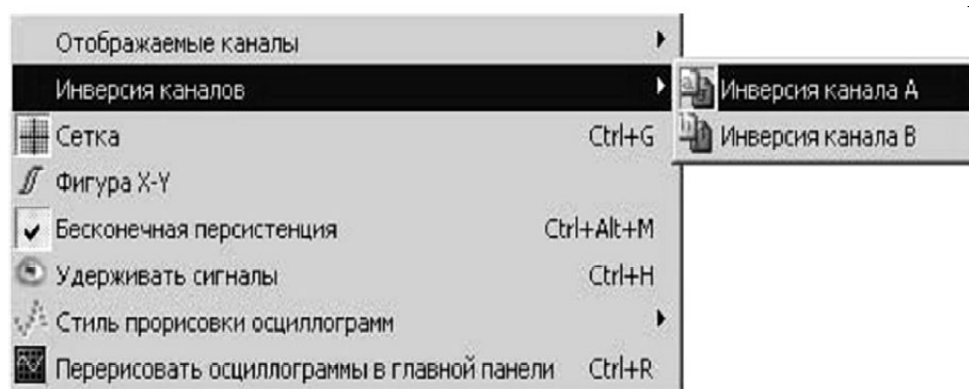

Рисунок 13 - Меню "Вид"
4.3.9 Меню "Вид" (см. рисунок 13).